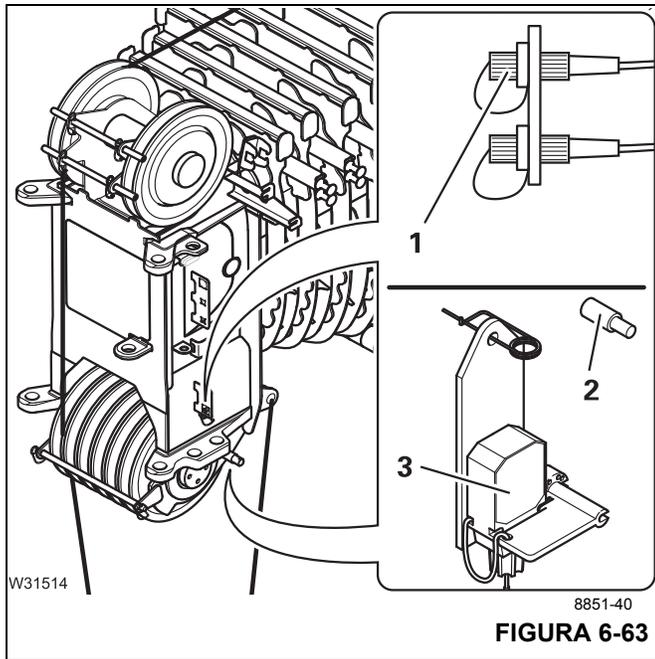

FIGURA 6-63
- Retire el enchufe y cierre el receptáculo con la tapa protectora (1, Figura 6-63).
- Retire el interruptor de prevención del contacto entre bloques (3) de la escuadra (2).
- Sujete el pasador de retención (4) al interruptor de prevención del contacto entre bloques.